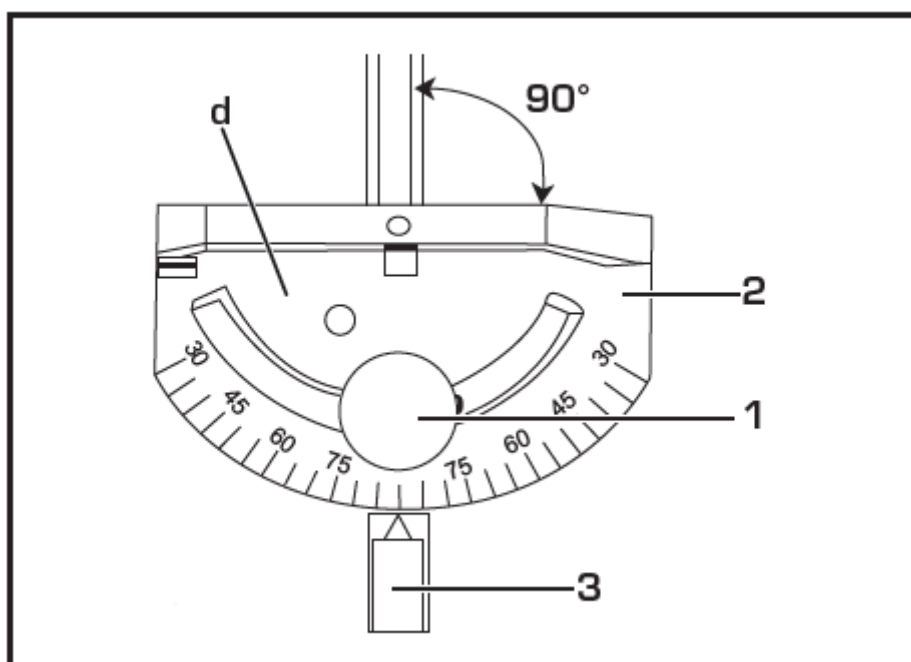

Рис. 20 Регулировка углового упора
1. Ослабьте фиксирующую ручку (1), чтобы позволить корпусу углового упора (2) свободно вращаться (Рис. 20).